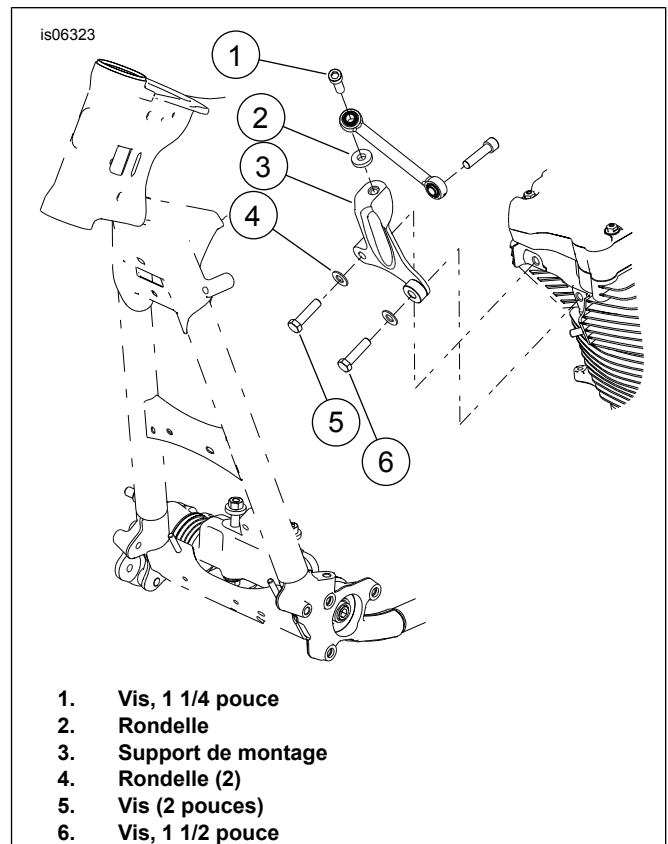

Figure 2. Retirer le support avant de moteur
1. Voir Figure 2. Retirer la vis de droite (1) et la rondelle (2) de l'embellage de stabilisateur avant. Conserver la vis et la rondelle pour une utilisation ultérieure.
2. En se tenant sur le côté gauche de la moto, retirer deux vis à tête hexagonale (5 et 6) et rondelles plates (4) pour détacher le support de montage supérieur du moteur (3) de la culasse avant.
3. Enduire de quelques gouttes de Loctite 272 les nouveaux boulons dans le kit. Depuis le côté gauche de la moto, utiliser un morceau de bois 50,8 x 101,6 mm (2 x 4 po) de 91,4 cm (3 pi) de long comme levier. Introduire le côté plat du morceau de bois entre le tube descendant de cadre de gauche et le cylindre avant. Faire juste assez pression pour déplacer le moteur légèrement vers la droite et installer la vis longue (5) et la rondelle (4) dans le côté inférieur droit du support. Retirer le morceau de bois et installer la rondelle et la vis courte (6) sur le côté gauche. Serrer les boulons à un couple de 40,6–47,4 N·m (30–35 ft-lbs).
4. Enduire de quelques gouttes de Loctite la vis (1) et installer la vis et la rondelle (2) sur l'embellage de stabilisateur et le support de montage du moteur et serrer à un couple de 24,4–29,8 N·m (18–22 ft-lbs).